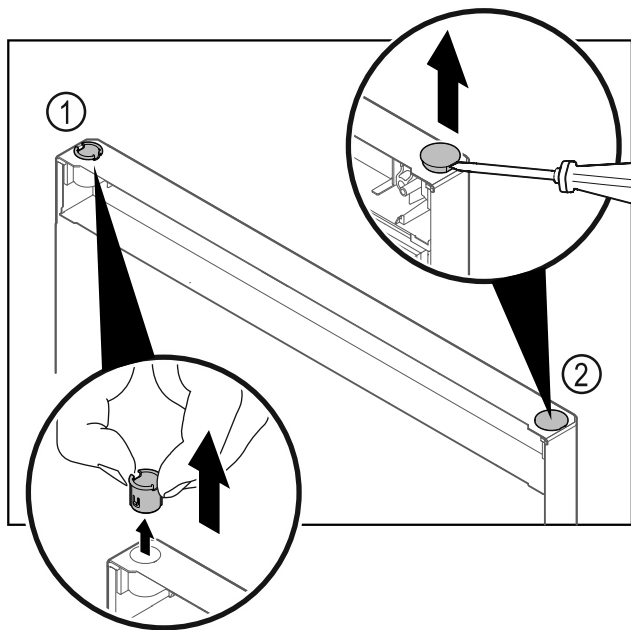

Fig. 14
- ▶ Extrageți bușa balamalei Fig. 14 (1) cu degetele.
- ▶ Ridicați dopul de acoperire Fig. 14 (2) cu precauție cu o șurubelniță dreaptă și extrageți-l.